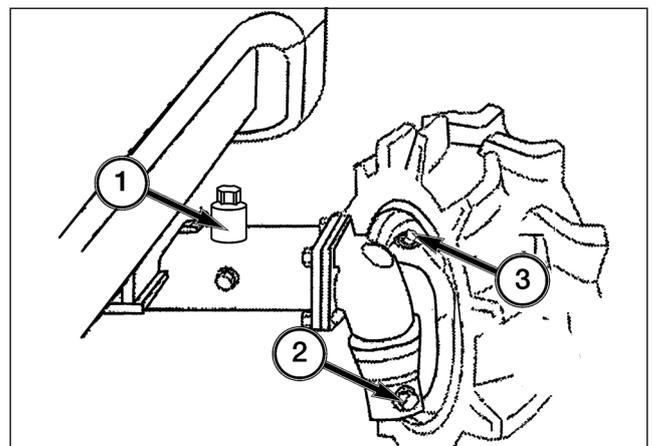

FIG. 157
FIG. 157: Para comprobar el nivel de aceite: aparque el tractor en un terreno llano y retire el tapón de llenado (1) para comprobar el nivel de aceite. Si el nivel de aceite es inferior al centro del eje, añada aceite para rellenar el depósito.